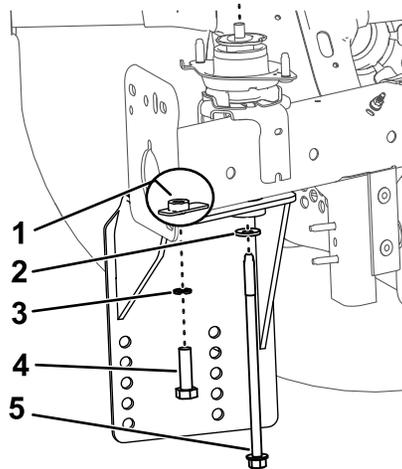

Bild 1
4. Befestigen Sie die linke und rechte Seitenplatte locker an der Unterseite des Rahmens mit 2 Schrauben (M14), 2 geteilten Federringen (M14) und vorhandenen Beschlägen wie in **Bild 1** dargestellt.